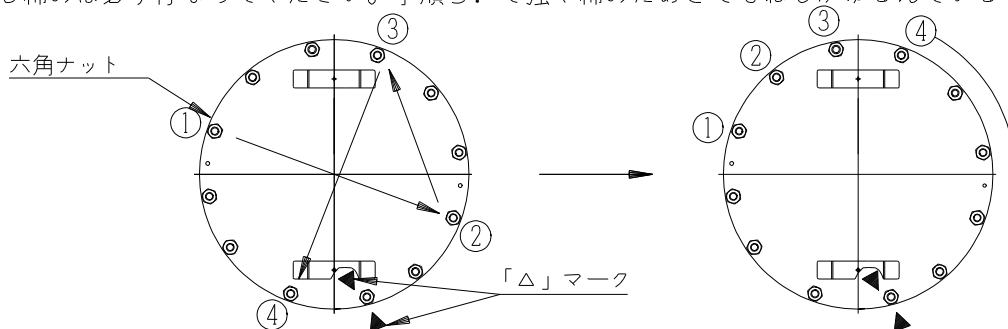

図10-3 六角ナットの取り付け
⑥ ろ過タンクフタの六角ナットを以下の手順を参照して締め付ける。
1. 図10-3のように4ヶ所を対角線の順で、軽く力を入れる程度に締め付ける。
3. 12ヶ所すべて取り付けたあと、図10-3のようになっている順に1個ずつ強く締め付ける。